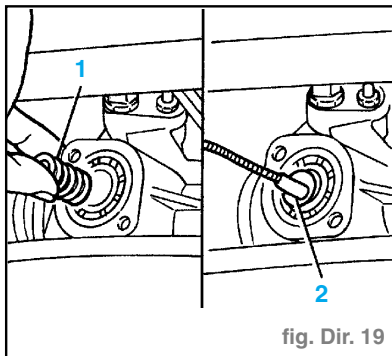

fig. Dir. 19
- Enlever le ressort 1 et, à l'aide d'un aimant, dégager la cale de réglage 2 (0,5 mm). (fig. Dir. 19)